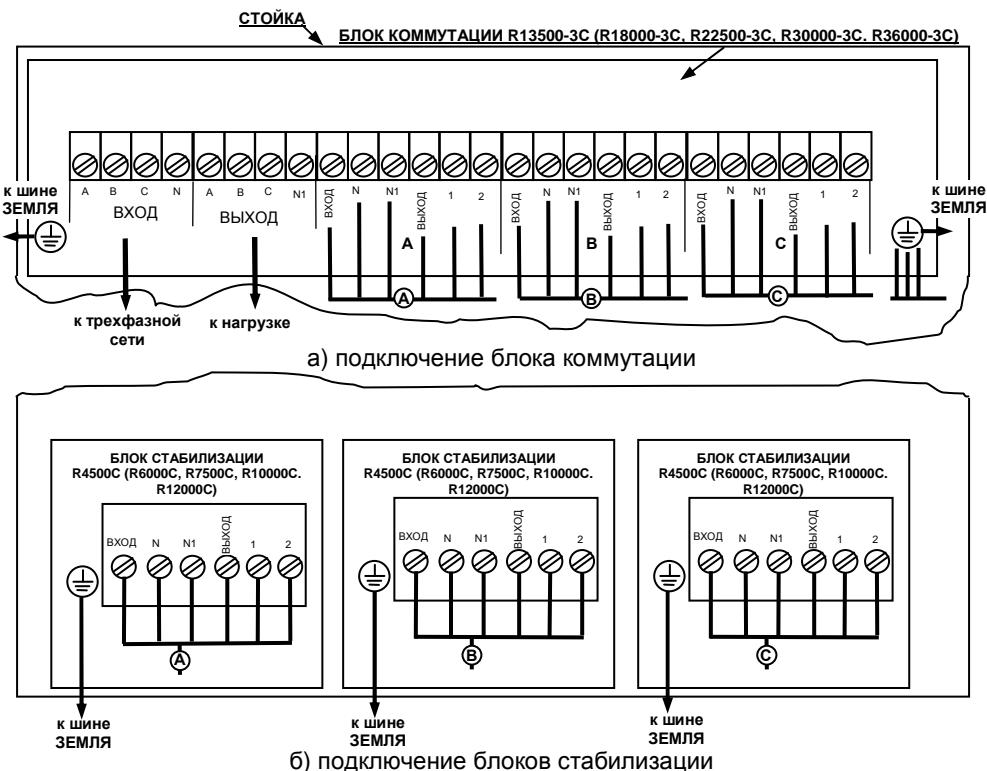

Рисунок 6.1 Схема подключения стабилизатора R13500-3С (R18000-3С, R22500-3С, R30000-3С, R36000-3С)
6.4.3 Подключите нагрузку, соединив выводы соответствующего кабеля с выводами «ABCN1 ВЫХОД» блока коммутации (см. рисунок 6.1 а);
6.4.4 Подключить блок коммутации к сети, соединив выводы соответствующего кабеля с выводами «ABCN ВХОД» (см. рисунок 6.1 а).
6.4.5 Подключите выводы кабелей на задней стенке стойки к одноименным контактам выводов ВХОД, N, N1, ВЫХОД, 1, 2 и контакту (⊕) блока коммутации (см. рисунок 6.1 а).
6.4.6 Подключите блоки стабилизации, (предварительно сняв крышки, закрывающие выводы ВХОД, N, N1, ВЫХОД, «1», «2») соединив выводы кабеля, выходящего со стороны лицевой панели стойки, с выводами ВХОД, N, N1, ВЫХОД, «1», «2» и контактом (⊕) соответствующего блока стабилизации (см. рисунок 6.1 б);